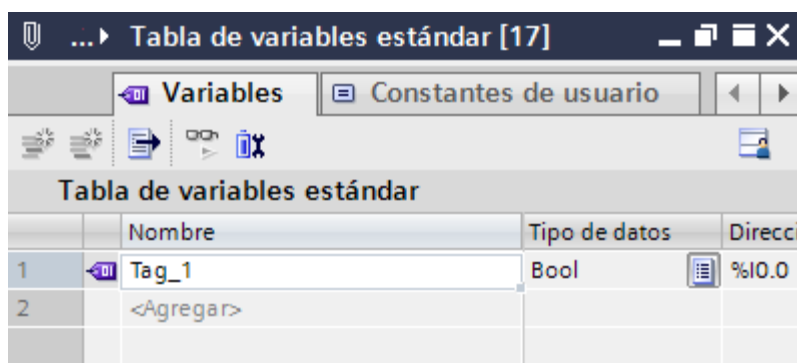

Figura 11. Variable agregada.
9. Aparecerá agregada la primera variable como se muestra en la Figura 11. De doble clic en el nombre y colóquelo el que se indica en la Tabla 1 para esa dirección, es decir "Abrir".